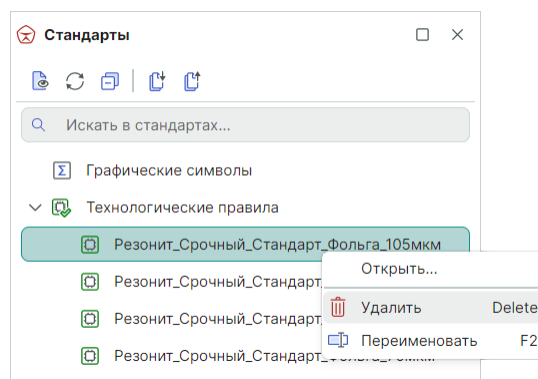

Рис. 155 Удаление шаблона технологических правил
2. Вызовите контекстное меню и выберите команду «Удалить», см. Рис. 155. Для данного действия также задана горячая клавиша «Delete».